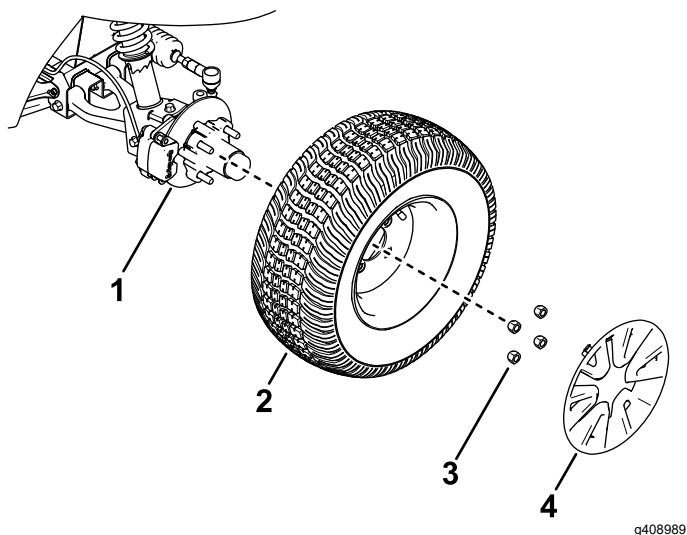

Figure 27
2. Retirez l'enjoliveur et les 4 écrous de roue qui fixent la roue sur le moyeu (Figure 27).
4. Alignez les trous dans la roue et les goujons du moyeu puis montez la roue sur le moyeu en plaçant la valve à l'extérieur (Figure 27).
5. Fixez la roue au moyeu avec les écrous de roue (Figure 27).